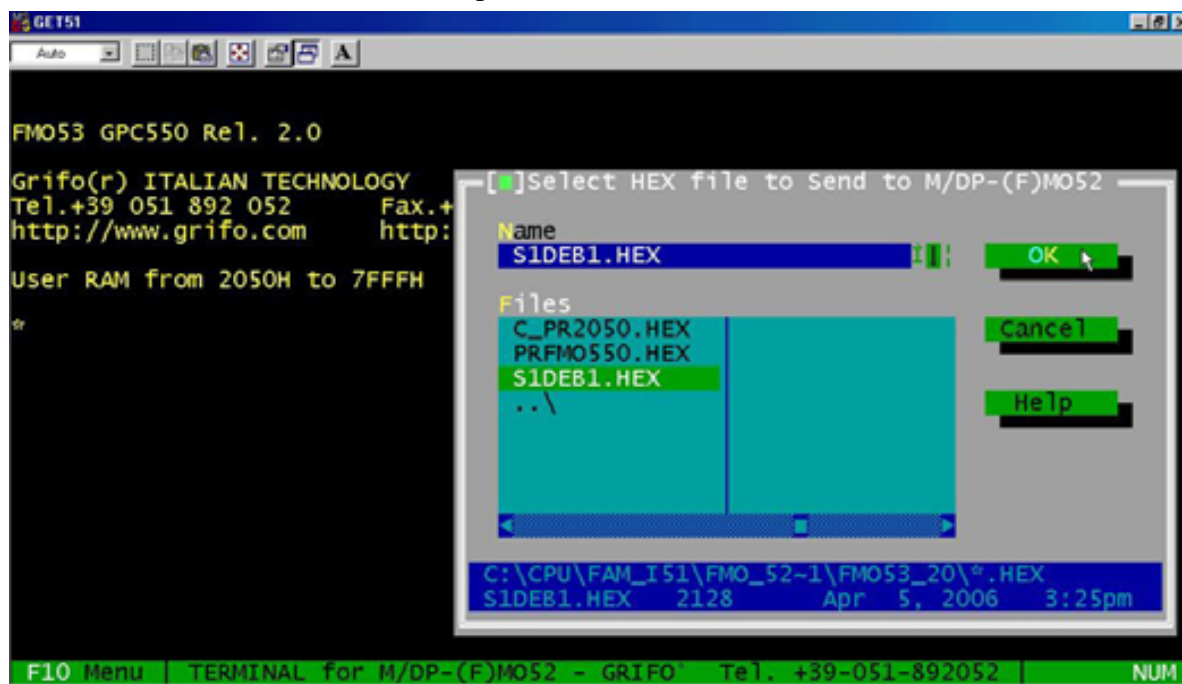

FIGURA 17: SCARICAMENTO FILE CON GET51
- 5) Attivare lo scaricamento del file HEX Intel che deve essere salvato su uno dei dischi del PC di sviluppo, con la voce *Utility / Transmit File...* o, più semplicemente, con la pressione del tasto *F8*. La finestra che appare (vedere figura 17) permette di cercare il file desiderato su tutti i dischi del PC, di selezionarlo e di confermarlo premendo *INVIO* od *OK*.